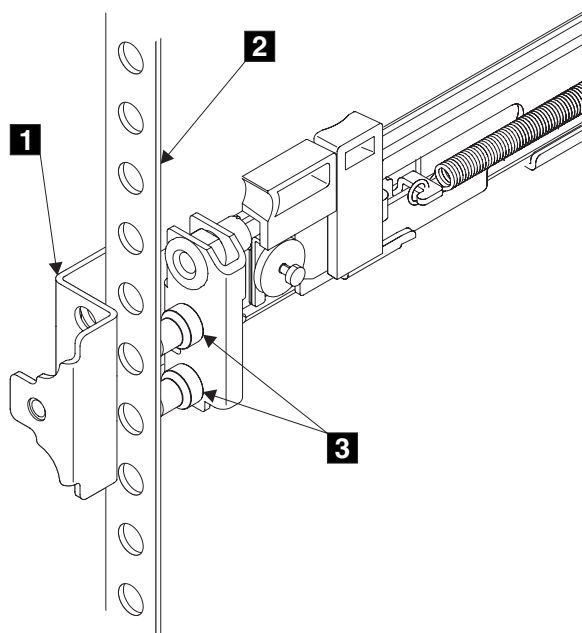

図 66. レールのフロントエンドの取り付け
6. 左レールの前面の端をラック・キャビネットにはめる。前面ブラケットの上端 **1** (図 66) が、ラック上の必要な EIA マーキングに合うように調整します。